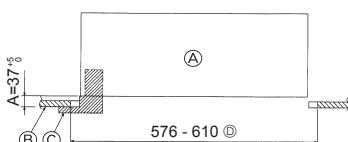

Fig. 5-2
②	Tornillo con arandela	4	M5 × 0,8 × 28 (mm)
③	Calibre	1
④	Cable de enlace para el receptor de señales	1	Se incluye si la unidad dispone del receptor de señales.
⑤	Cable de enlace para el sensor i-See	1	Se incluye si la unidad dispone del sensor i-See.
⑥	Remache	2	Se incluye si la unidad dispone del receptor de señales.
⑦	Remache	2	Se incluye si la unidad dispone del sensor i-See.
⑧	Mando a distancia inalámbrico	1	Se incluye si la unidad dispone del mando a distancia inalámbrico.
⑨	Soporte del controlador remoto	1	Se incluye si la unidad dispone del mando a distancia inalámbrico.
⑩	Pilas LR6 AA	2	Se incluye si la unidad dispone del mando a distancia inalámbrico.
⑪	Tornillos roscados de 3,5 × 16	2	Se incluye si la unidad dispone del mando a distancia inalámbrico.
5.2. Preparación para colocar la rejilla (Fig. 5-2)